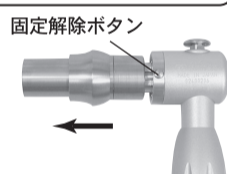

図13
(3) ハンドピースの取り外しは、着脱リングを引いた状態で前方へ引き抜きます。PTL用ノズル(別売品)の取り外しはEZスプレーグリップの固定解除ボタンを押しながら矢印の方向へ引き抜くと取り外せます。(図13)